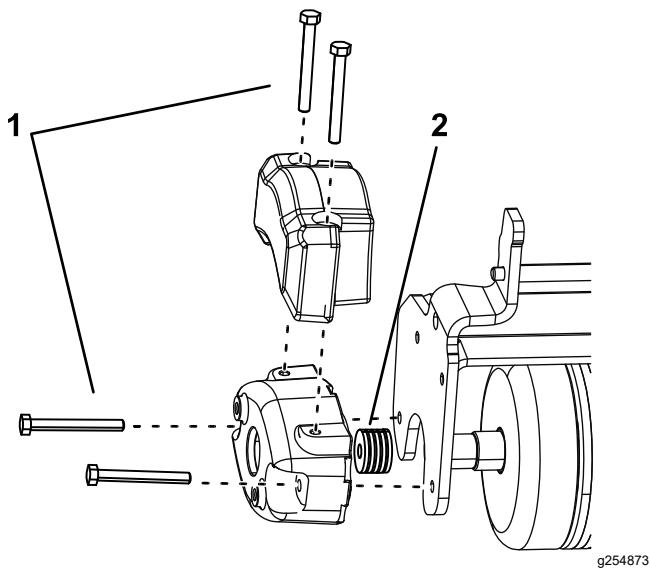

Figure 6
2. Installez 2 boulons (5/16"-18 x 2 $\frac{3}{4}$ ") comme montré à la Figure 6.
3. Installez 4 rondelles ( $\frac{1}{8}$ ") par boulon entre le contre-poids et la plaque latérale de l'aérateur (Figure 6).